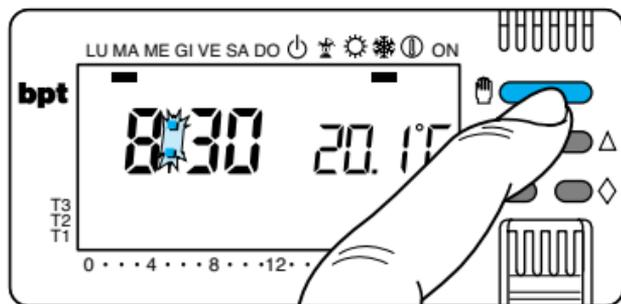
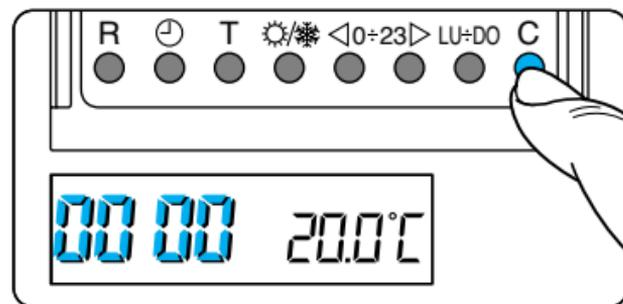

Fig. 57
Fig. 58
11.1 - Per controllare il dato portare l'apparecchio in modo MANUALE mediante il pulsante  (fig. 57) estrarre il corpo dell'apparecchio e quindi premere il pulsante C (fig. 58).